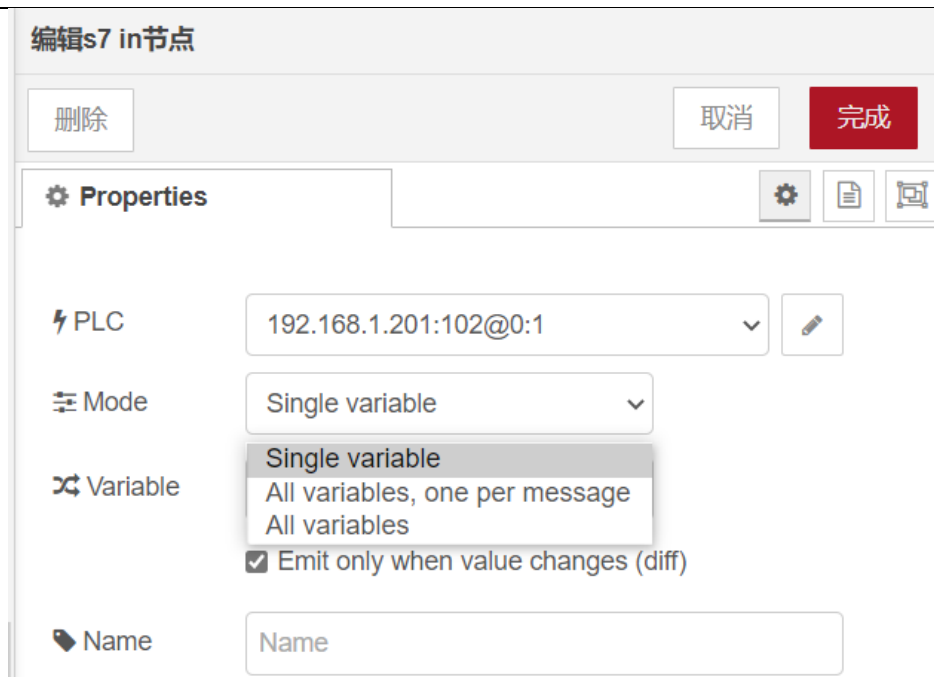

图1-31 选择接入模式
(12) 根据需要选择接入数据模式，共有三种：Single variable - 单个数据，All variable, one per message - 全部数据且每个数据单独一个消息，All variable - 全部数据且打包发送。如图 1-31 所示。